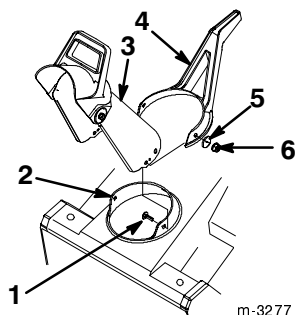

Bild 7
1. Positionieren Sie den Auswurfgriff über dem Auswurfring (Bild 7).
2. Führen Sie den Auswurfkanal zwischen dem Ring und dem Griff ein (Bild 7).